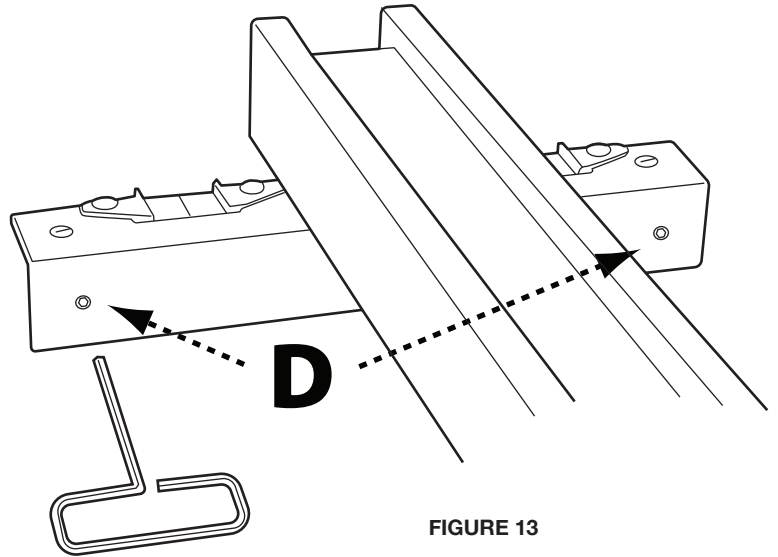

FIGURE 13
2. Serrer ou desserrer légèrement l'une des deux vis de réglage (D) (Figure 13) au moyen d'une clé hexagonale de 3 mm (non fournie).
2. Localiser les deux vis de réglage (D) indiquées dans Figure 13.